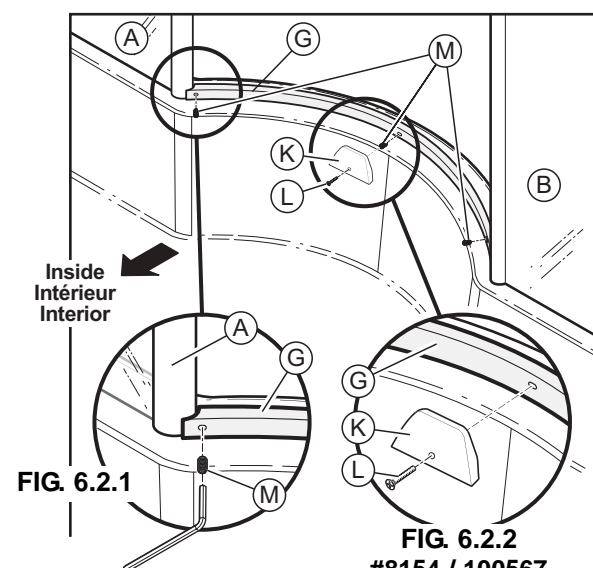

FIG. 6.2
- Using the supplied hex key, screw the #8-32 x ¼" set screw (M) into the threaded holes of the three (3) blocks (H, I, J). Fig. 6.2 and Fig. 6.2.1.
- Dans les trous filetés des trois (3) blocs (H, I, J), vissez les vis de pression #8-32 x ¼" (6 mm) (M) avec la clé hexagonale fournie. Fig. 6.2 et Fig. 6.2.1.
- Por medio de la llave hexagonal provista, inserte los tornillos de presión #8 x ¼" (6 mm) (M) en los orificios taladrados en los tres (3) bloques (H, I, J). Fig. 6.2 y Fig. 6.2.1.